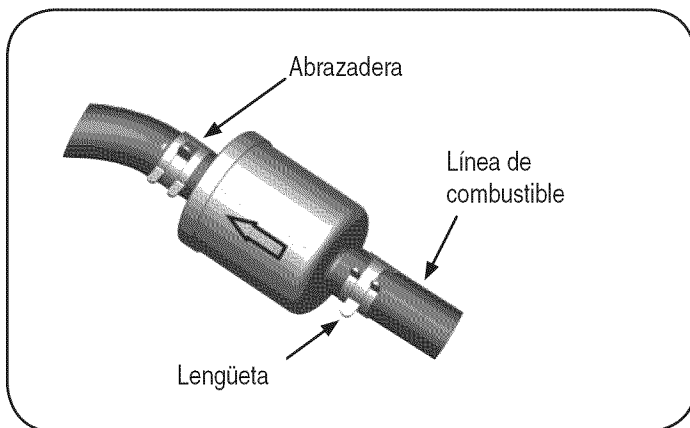

Figura 30
2. Use tenazas para apretar las lengüetas de las abrazaderas, luego deslice las abrazaderas alejándolas del filtro de combustible. Tuerza y separe las líneas de combustible del filtro. Vea la Figura 30.